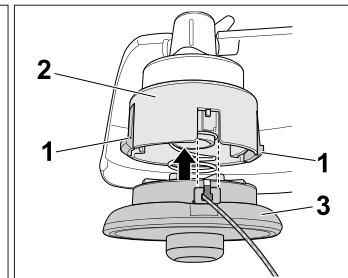

Fig. 17
- Pressionar a unidade (3), [Fig. 17] previamente montada, composta pela bobina interior e a tampa, contra a caixa da bobina (2), até as travas de retenção (1) engatarem.